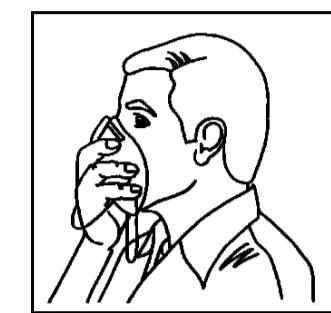

Fig. 2
- Set mask underneath chin and then fit nose area (Fig. 2).
- Maska unter dem Kinn ansetzen und anschließend im Nasenbereich anlegen (Bild 2).
- Plaats masker onder kin en zet het daarna over het neusgat (Fig. 2).